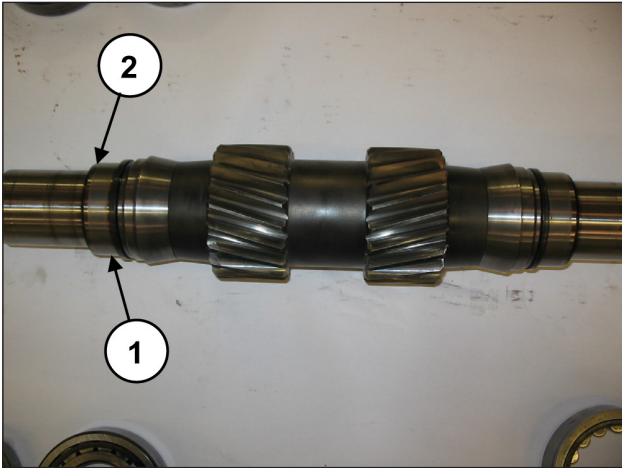

Fig. 34
Solte os anéis internos dos rolamentos do eixo PTO (pos. ①, Fig. 34), e os dois espaçadores do rolamento interno (pos. ②, Fig. 34).